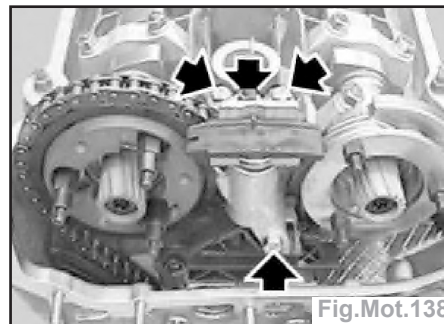

Fig.Mot.138
- Déposer les vis et dégager le tendeur de chaîne secondaire (Fig.Mot.138).
- Reposer le tendeur de chaîne secondaire (Fig.Mot.138).